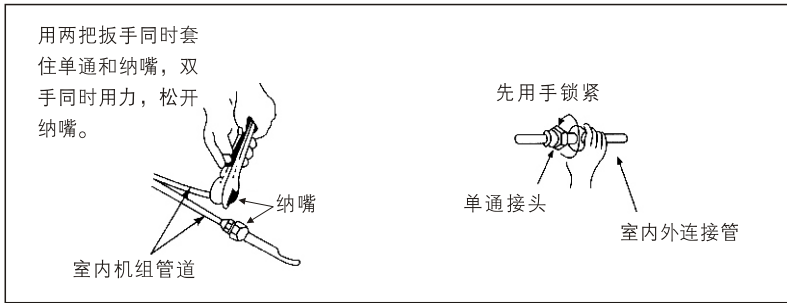

图 20
- (1) 将纳嘴和密封帽拆开，将铜管尽头的纳嘴松开，使内藏气体排出，如图20所示。当纳嘴拆开时，应将密封帽拆出，不然制冷剂将不能循环，压缩机就可能烧毁。
- (2) 连接时，应在单通螺牙及管的喇叭口上涂上少许冷冻润滑油,以防螺牙损坏，且按图20所示对准管道拧紧。